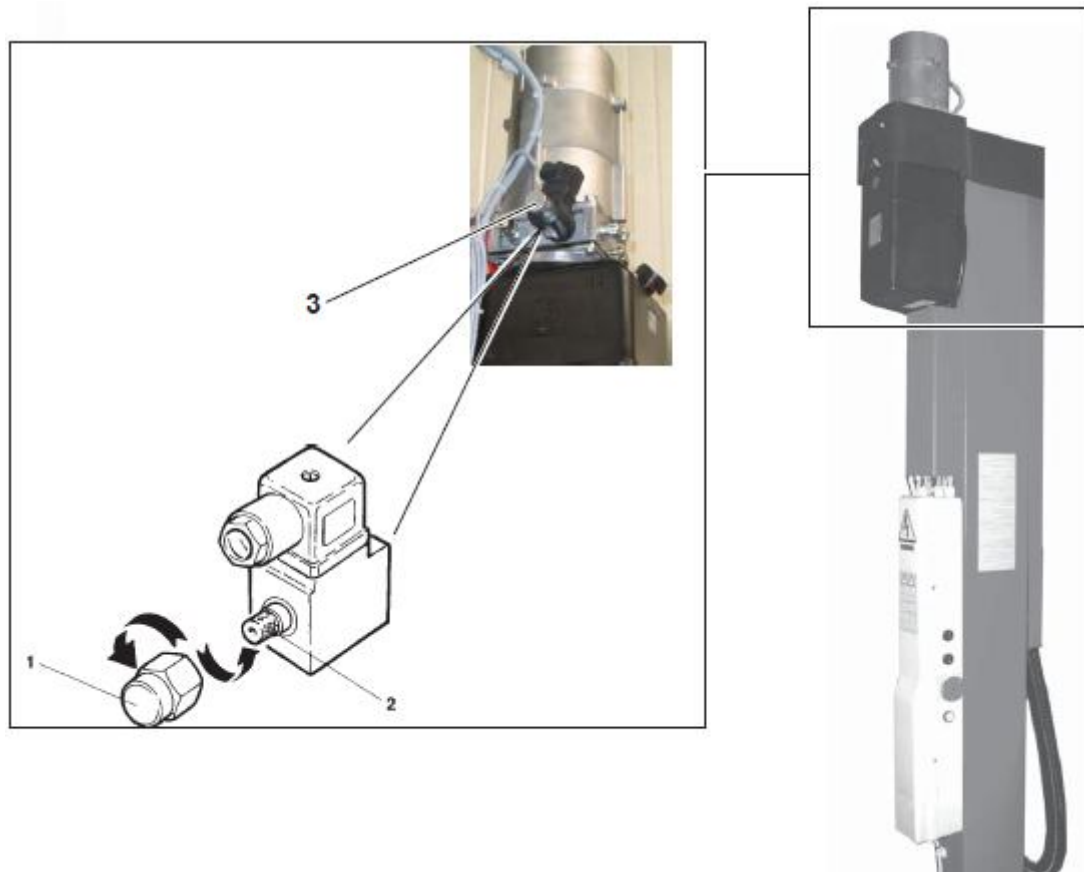

Рисунок 24
– Снимите защитную крышку (1), поверните устройство (2) и откройте клапан (3 Рис.24) для опускания подъёмника вручную.